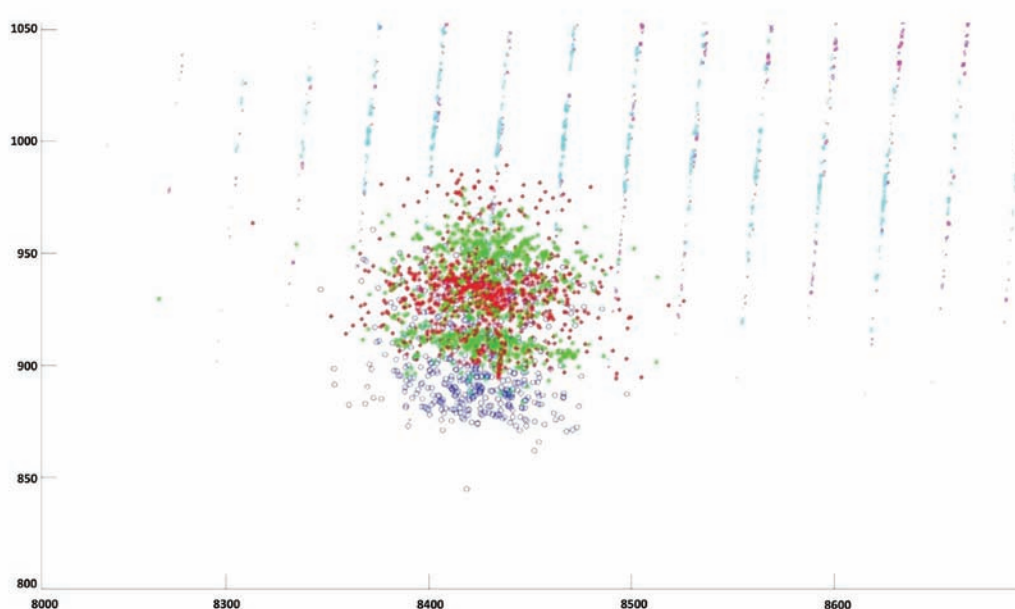

Figura 1 - PCA temperatura gas/Potenza, periodo gennaio-settembre
La figura 1, tratta dalla norma UNI 11454, e che esemplificava il legame tra manutenzione e progettazione, diventa ora paradigmatica della nuova impostazione, non più Ingegneria di manutenzione ma Ingegneria a pieno titolo nella gestione dell'Asset, dalla progettazione, alla costruzione, all'esercizio ed alla dismissione dell'Asset stesso.
■ periodo gennaio – febbraio: si possono distinguere due aree di funzionamento che sono relative ai due livelli medi di temperatura evidenziabili con l'analisi dei trend delle temperature dei gas esausti dei cilindri (area blu della Figura 1).
■ Periodo febbraio – marzo: i valori sono sostanzialmente stabili per le prime due componenti principali (area rossa della Figura 1). La stabilità della condizione di funzionamento permette
- Periodo marzo (seconda metà) – aprile (prima metà): si segnalano alcuni spike sulle singole componenti principali e l’inizio della “deriva” delle condizioni di funzionamento del motore (area verde della Figura 1). L’inizio di condizioni di funzionamento instabili determina, nel complesso, un numero crescente di falsi positivi rilevati dalla AAKR.
La figura 1 “PCA temperature gas/Potenza, periodo gennaio – settembre” riporta quanto ottenuto con la PCA.